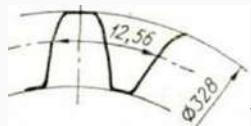

Рис. 2
09. Сколько зубьев имеет это нормальное прямозубое зубчатое колесо (рис. 2)?